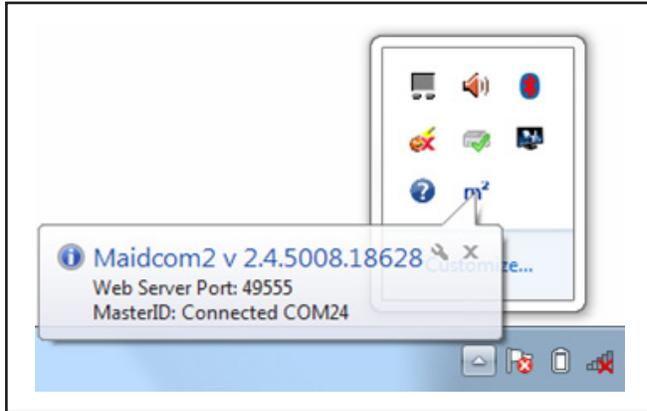

Figure 28 - Confirmation de la connexion
12. Le message de confirmation apparaîtra indiquant la version de **MAIDCOM2**, le numéro de port du serveur Web ainsi que le numéro du **PORT** de communication (**COM**) par lequel l'application est connectée au **MASTER ID/MCM**. Voir Figure 28.